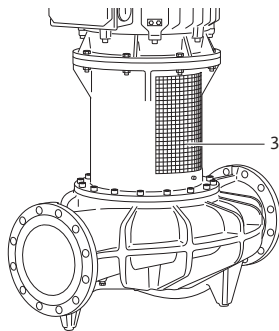

Fig. 48: Monteret koblingsbeskyttelses-plade
- Anvend kun pumpen med monterede koblingsbeskyttelses-plader (Fig. 48, pos. 3).